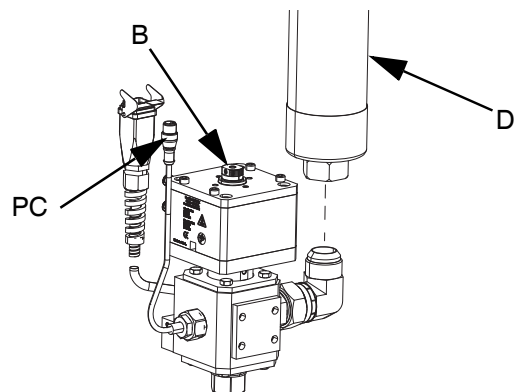

图 21
7. 如果使用两条软管，则将供料软管 2 (D) 连接到分配阀 (B) 上的入口接头。如果仅使用一根软管，则将供料软管 1 (C) 连接到分配阀 (B) 上的入口接头。参见图 21。